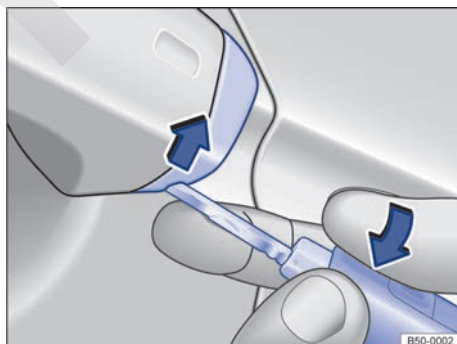

Fig. 55 Manilla de la puerta del conductor: desprender la caperuza haciendo palanca.
- Tire de la manilla de la puerta del conductor y, al hacerlo, desprenda la caperuza de abajo a arriba con cuidado → fig. 55 (flechas).